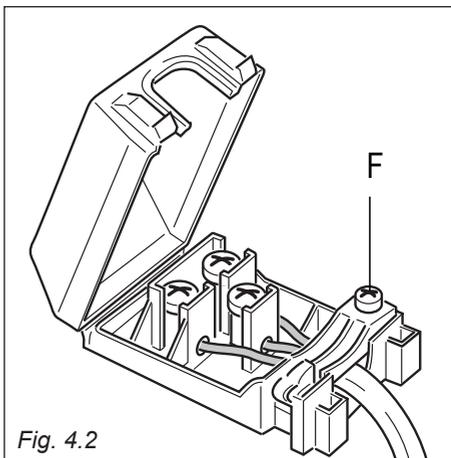

Fig. 4.2
- Aprire il fissacavo svitando la vite "F" (fig. 4.2), svitare le viti dei morsetti e togliere il cavo.